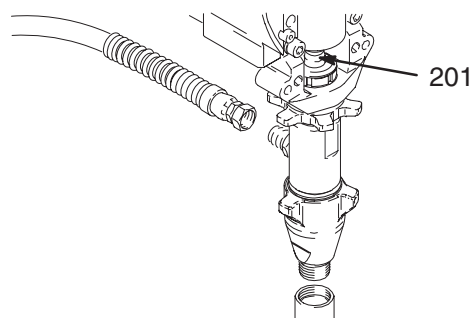

Fig. 17
1. Gennemskyl pumpen. Reducér trykket. Se Fig. 17. Drej pumpen med stempelstangen (201) til bundstilling.
2. Fig. 17. Fjern sugerøret og slangen.